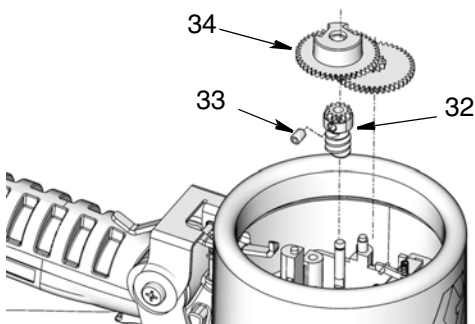

FIG. 32
2. Placer les roues dentées (32, 34). Avec une clé hexagonale de 2 mm, visser et serrer la vis sans tête (33) des roues dentées. (FIG. 32).